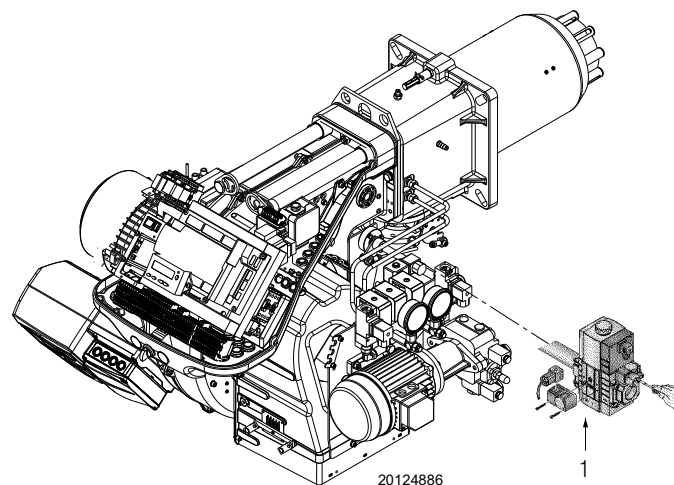

Fig. 38
- Contrôler la pression d'alimentation du gaz en raccordant un manomètre sur la prise de pression 1)(Fig. 38) du pressostat gaz seuil minimum: elle doit être inférieure à la pression maximale admise pour la rampe gaz qui est indiquée sur la plaque des caractéristiques.
- Purger l'air des tubes de la rampe gaz, en raccordant un tube en plastique sur la prise de pression 1)(Fig. 38) du pressostat gaz seuil minimum. Porter le tube de purge à l'extérieur de l'édifice jusqu'à sentir l'odeur du gaz.